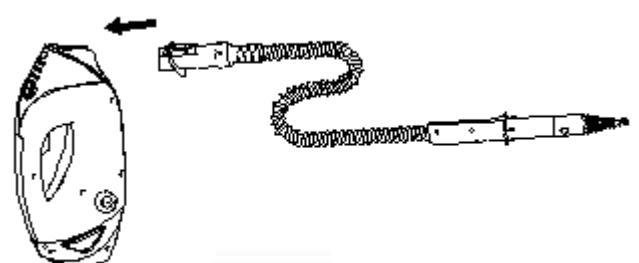

fig.15
- Om de accessoireslang te gebruiken, dient u deze eerst aan de handreiniger te bevestigen totdat de slang vast klikt.(fig.15)